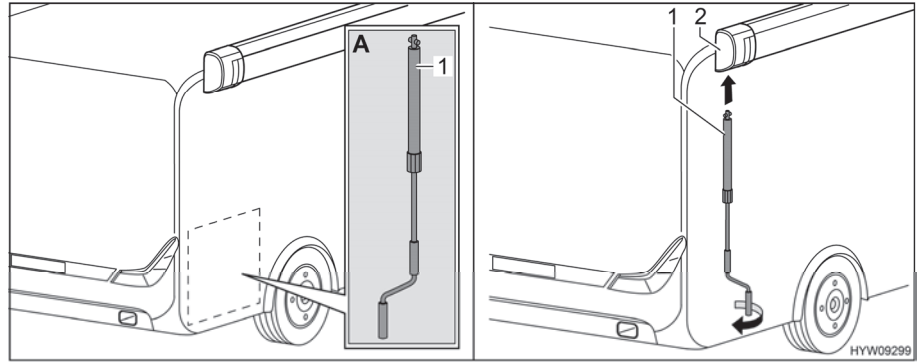

Bild 49 Kurbel anbringen
- Kurbel (Bild 49,1) aus dem Heckstauraum nehmen (Bild 49,A).
- Kurbel in Bajonettfassung (Bild 49,2) der Markise stecken.